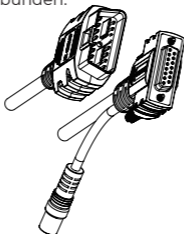

Abbildung 2.1.4
9. Diagnosekabel mit DB15-Buchse und 16-poligem OBD-II-Anschluss. (Siehe Abbildung 2.1.4)